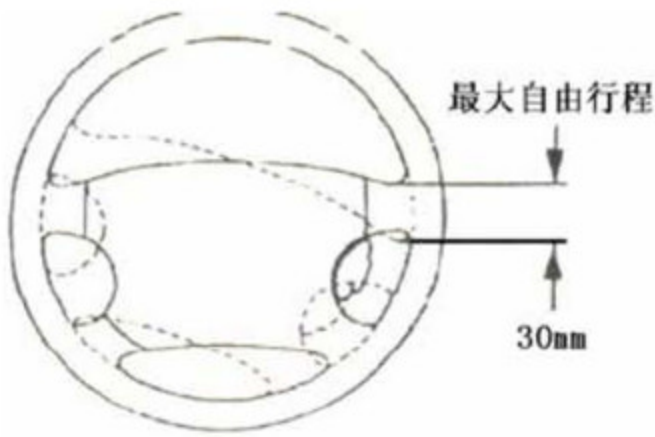

图1
4) 拆下相应的连接，将前副车架与转向器总成从车身上落下来。示意如图1—12所示。
5) 将转向器总成从前副车架上拆下，如图1—14。
如 图1 所示，转向盘最大自由行程为 30mm。如果自由行程超过最大值，需检查转向系统。